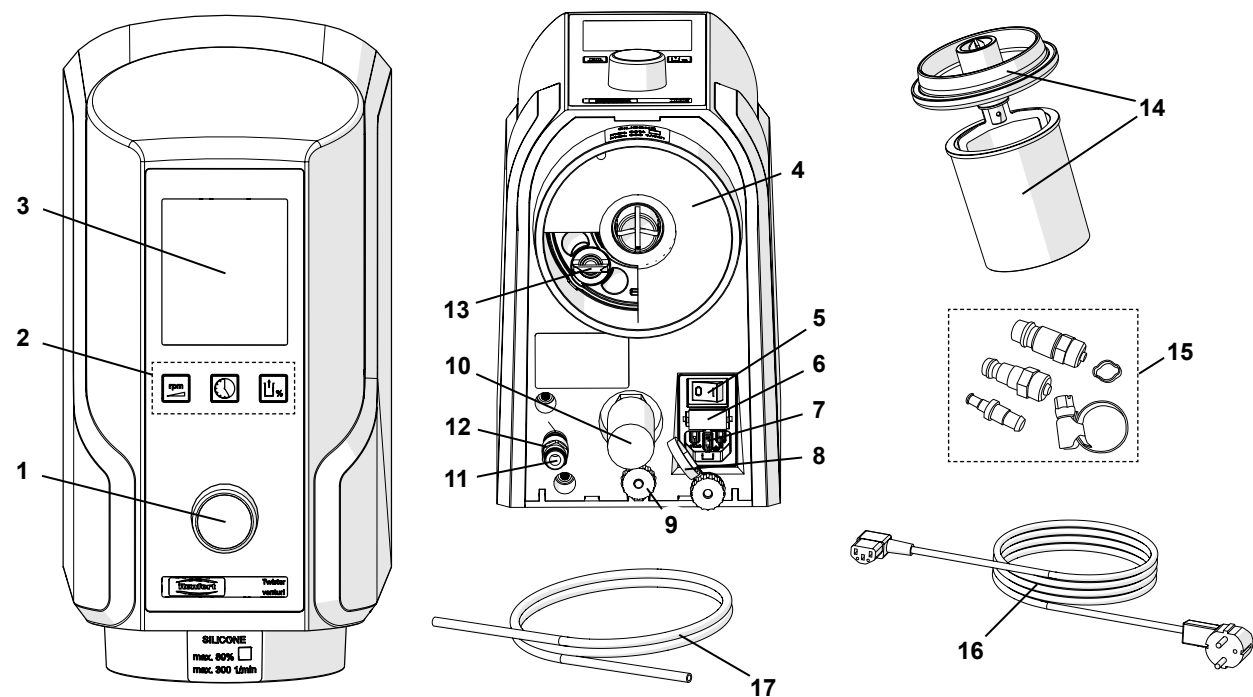

Fig. 1
- ⇒ Introducir la manguera de aire comprimido (17) hasta el tope de la toma de la manguera de aire comprimido (11), superando para ello perceptiblemente una ligera resistencia. Para ello hay que salvar una ligera resistencia.
- ⇒ Para la conexión a la red de tubería de aire comprimido, elija primero la apropiada pieza de empalme incluida en el juego adjunto (15, Fig. 1) y fíjela a continuación en el extremo del tubo flexible.